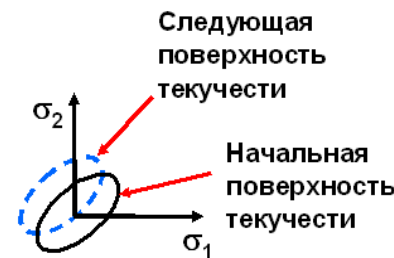

Рис. 4.13
- кинематическое упрочнение. Поверхность текучести остается постоянного размера и перемещается в направлении пластической деформации (рис. 4.13);